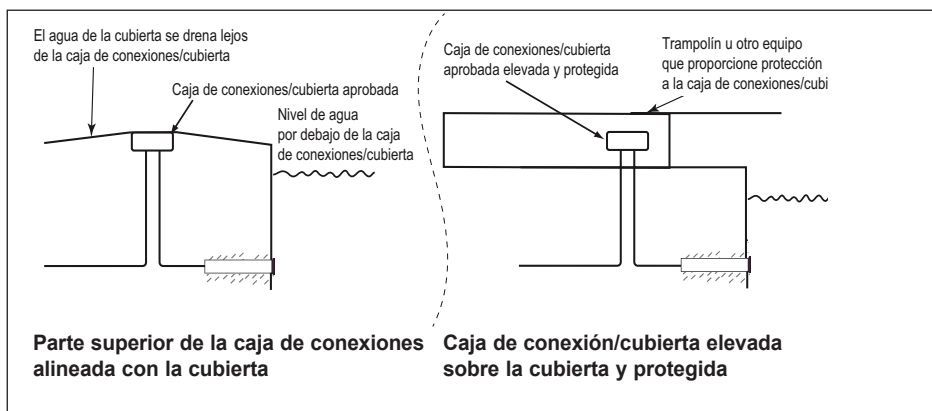

Figura 2
- La caja de conexiones/cubierta debe estar sellada al conducto para evitar que entre agua en la caja. Consulte la Figura 2 a continuación.
Consulte la *Figura 2 en la página 3* para la instalación de cajas de conexiones en Canadá.